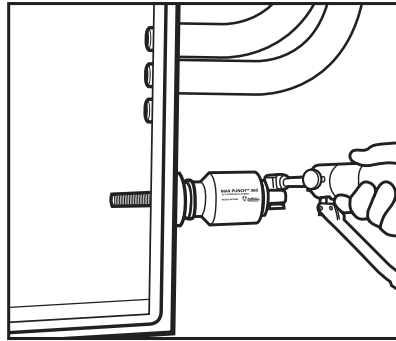

Fig. 4
5. Insérez la tige de poussée dans l'avant-trou. (Fig. 4)